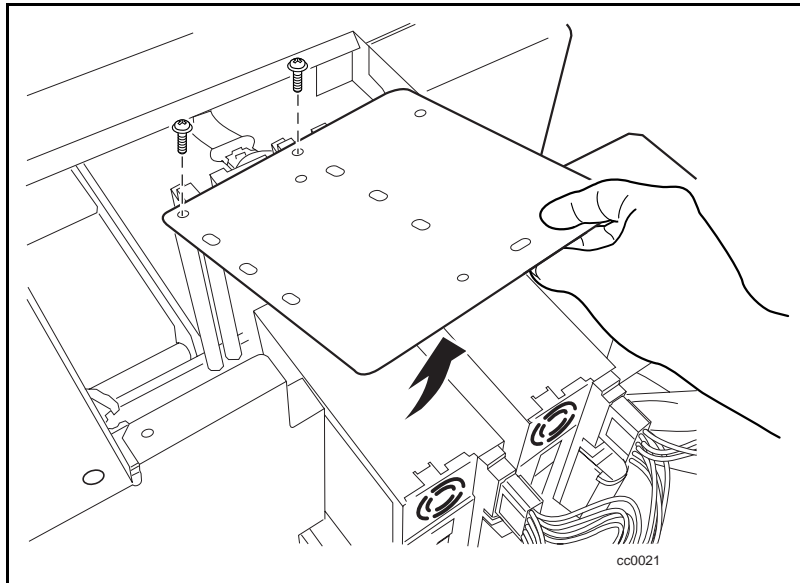

Abbildung 4. Entfernen des oberen Laufwerks-Montageblechs
3. Entfernen Sie die Schrauben, mit denen das obere Laufwerks-Montageblech am Chassis befestigt ist (siehe Abbildung 4).